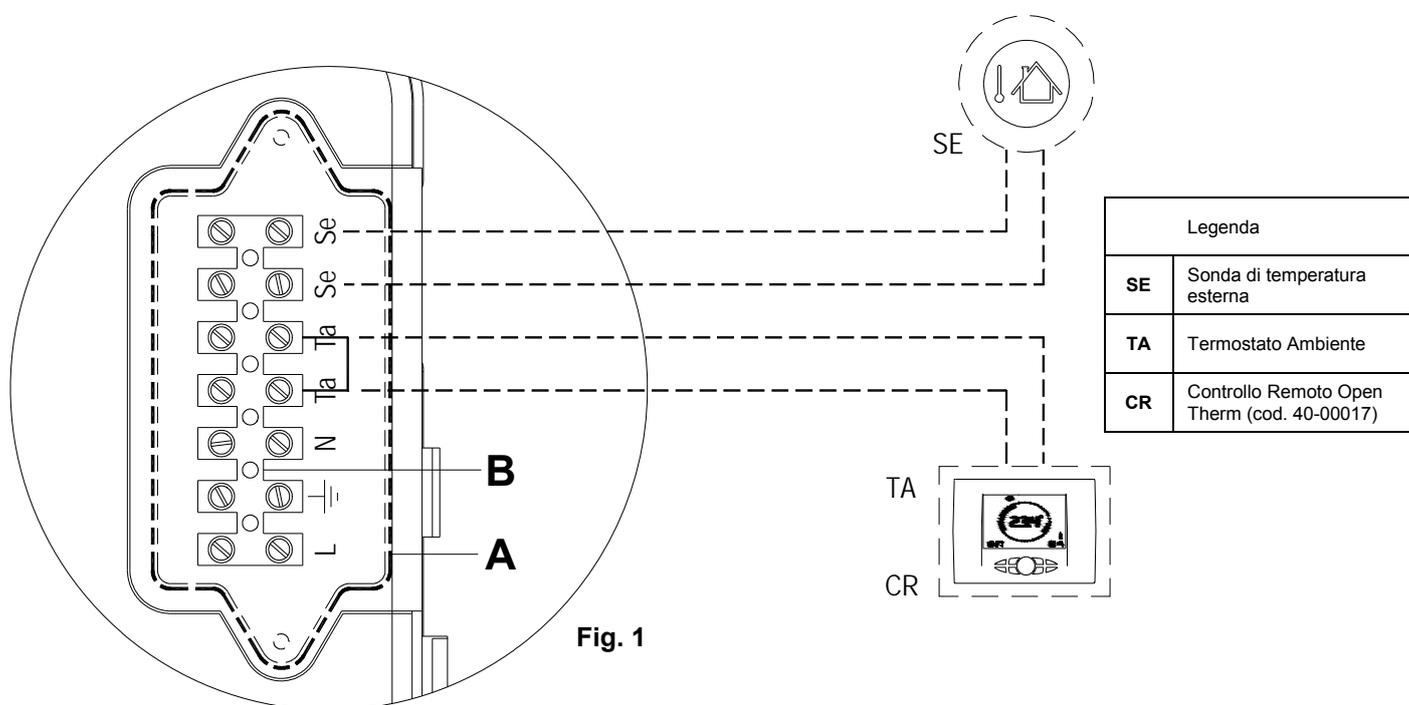

**Fig. 1**
- c. svitare le viti e rimuovere il piastrino A (vedi fig. 1).
- c. svitare le viti e rimuovere il piastrino "A" dal pannello comandi (fig. 1) e procedere al collegamento: